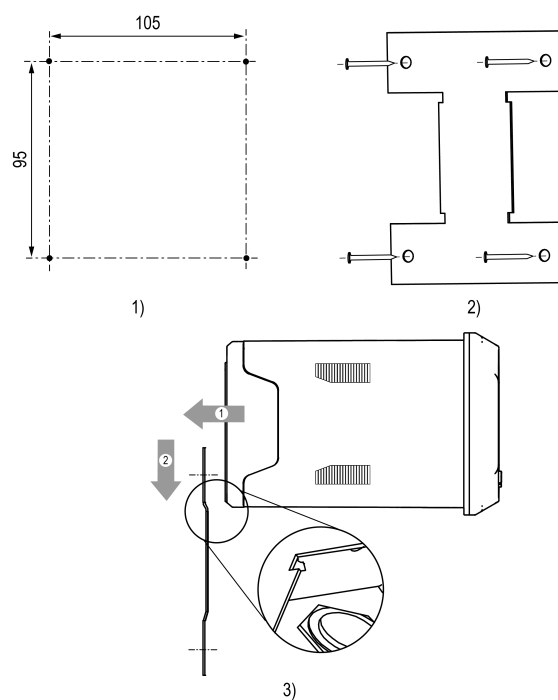

Рисунок 4.4 – Монтаж прибора на стену
1. Разметить отверстия на стене для крепления кронштейна (см. рисунок 4.4, 1).
3. Прикрутить к стене кронштейн саморезами (см. рисунок 4.4, 2).
4. Совместить прибор и выступающие плоскости кронштейна. Надвинуть прибор на кронштейн до упора (см. рисунок 4.4, 3).